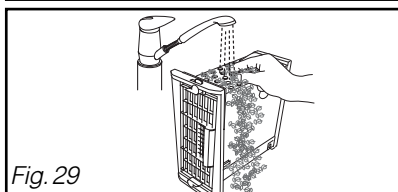

Fig. 29
- Nettoyez-le uniquement avec de l'eau sous le robinet (Fig. 29).